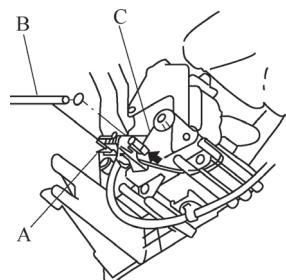

图 5-150 从空气混合控制联动装置上
2) 如图 5-150 所示，在仪表板下，从拉线夹 A 上断开加热器阀拉线罩，从空气混合控制联动装置 C 上拆下加热器阀拉线 B。